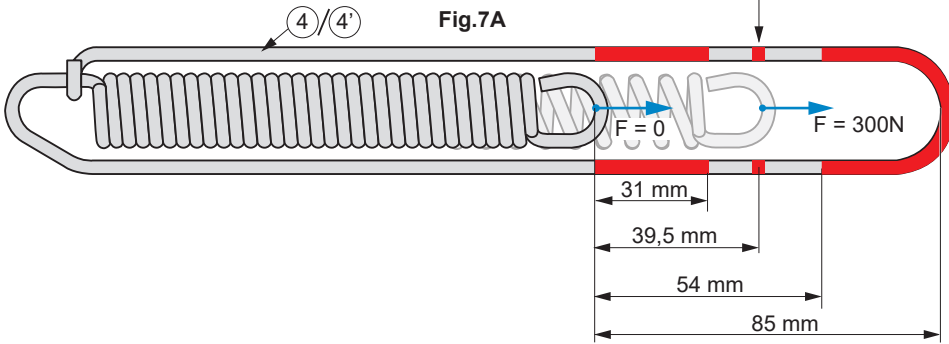

Fig.6E
5. Locken Sie nach Bedarf die Kabelspannung (Abb. 6E).